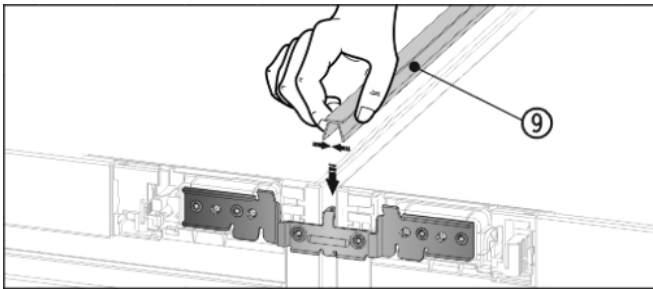

Fig. 13
- ▶ На верхней стороне вдавите в горизонтальную щель короткую планку из высококачественной стали Fig. 13 (9).